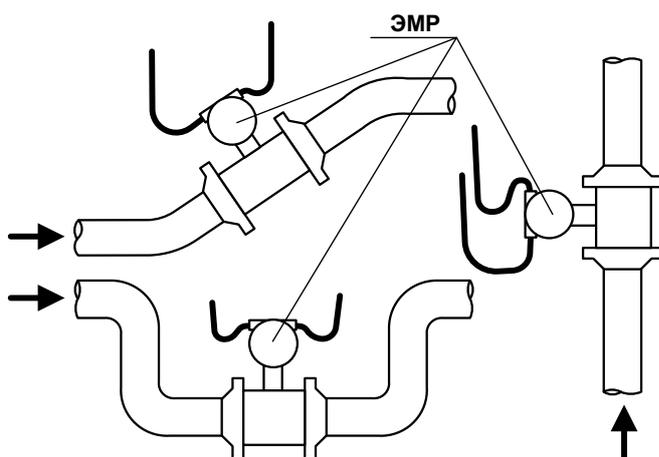

Рис.1. Рекомендуемые места установки ЭМР.
- в месте установки в трубопроводе не должен скапливаться воздух – ЭМР не должен располагаться в самой высокой точке трубопровода, а также в трубопроводе с открытым концом; наиболее подходящее место для монтажа (при наличии) – нижний либо восходящий участок трубопровода (рис.1);
Для предотвращения попадания влаги внутрь блока электроники через гермовводы рекомендуется подключать кабели с образованием ниспадающей U-образной петли в вертикальной плоскости (рис.1).